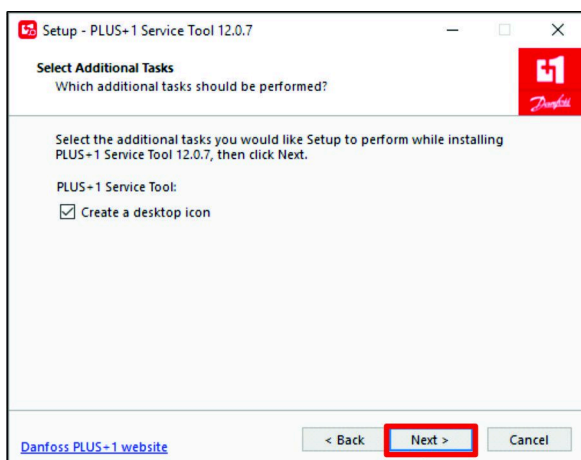

**Figura 26**
8. Na caixa de diálogo Ready to Install (pronto a instalar), clique em INSTALL (instalar) (Figura 26).